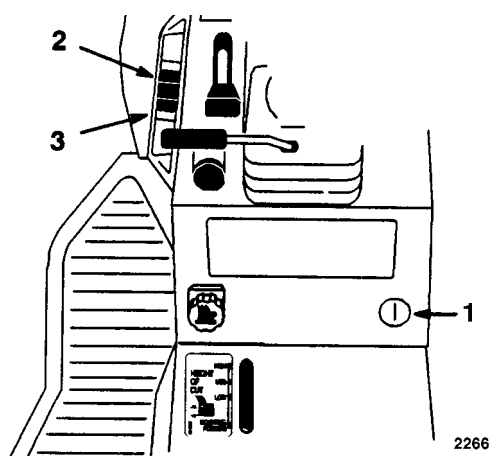

Fig. 11
Se l'operatore è sicuro di potere lavorare in marcia indietro o di potere utilizzare l'accessorio con sicurezza, dopo avere innestato il comando della lama (presa di forza) disattivare il microinterruttore di sicurezza in retromarcia, girando il comando "scelta a chiave" (Fig. 10) situato davanti al posto di guida, in basso. Sulla plancia si accende una spia rossa (Fig. 11) che segnala l'avvenuta disattivazione dell'interruttore di sicurezza in retromarcia. Una volta disattivato, il microinterruttore rimane in tale stato (e la lama del tosaerba o l'accessorio gestito dalla presa di forza funzionano ogni volta che si fa marcia indietro); la spia sulla plancia rimane accesa finché non si disinnesta la lama (presa di forza) o si spegne il motore.
Il sollevatore meccanico di attrezzi (optional su alcuni modelli) (Fig. 11), viene utilizzato per alzare ed abbassare gli attrezzi.
1. Girare la chiave in posizione di accensione (ON), o di marcia (RUN) (Fig. 11).
2. Abbassare l'interruttore per abbassare il sollevatore di attrezzi (Fig. 11).